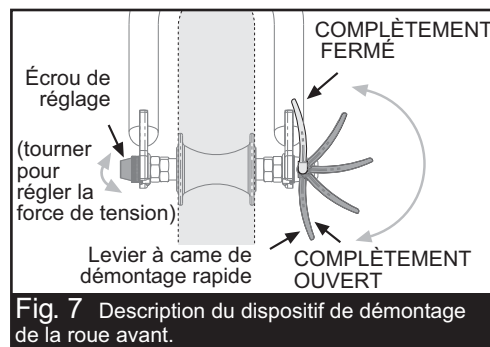

Fig. 7 Description du dispositif de démontage de la roue avant.
Un système de démontage rapide constitué d'un mécanisme à came sert à installer la roue de la poussette (Fig. 7). Comme ce mécanisme est réglable, il est essentiel que vous connaissiez son fonctionnement, son utilisation correcte et la force à appliquer
- Abaissez complètement le levier à came de démontage rapide (Fig. 7). C'est la position d'ouverture complète.
- Tout en poussant la roue fermement vers le haut des fentes dans les pattes de la fourche et en centrant la jante de roue dans la fourche, poussez le levier de démontage rapide vers le haut et tournez-le dans la position de fermeture complète (Fig. 7 et 9). Le levier devrait maintenant être parallèle à la branche de fourche. Pour appliquer assez de force de serrage, il vous faudra enrouler vos doigts autour de la branche de fourche pour multiplier la force; le levier de démontage rapide devrait alors laisser une empreinte bien nette dans la paume de votre main.
- Soulevez le levier de démontage rapide de la roue pour le mettre en position d'ouverture complète (Fig. 7). Votre fourche avant comprend un dispositif complémentaire de retenue intégré. Desserrez suffisamment l'écrou de réglage afin de pouvoir enlever la roue.